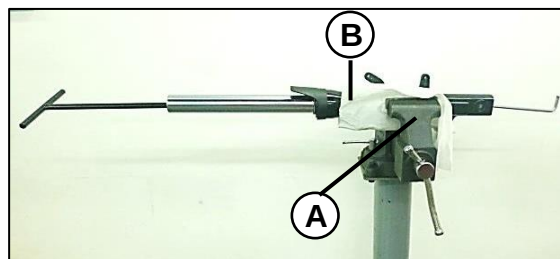

Fig. 10
Sostenga el amortiguador en la prensa de banco(A), recubra su superficie con algún material que evite daños en el elemento (B) el cual puede ser un pieza de tela. Fig. 10